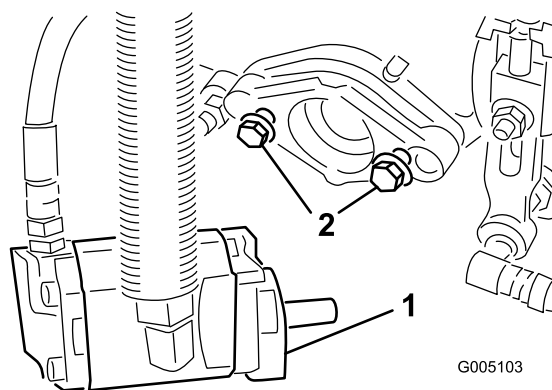

Figura 14
7. Coloque os parafusos de montagem para o motor dos cilindros em cada uma das unidades de corte. Deixe uma folga de aproximadamente 13 mm em cada parafuso de montagem (Figura 14).
11. **Aperte as porcas de montagem** (Figura 14).